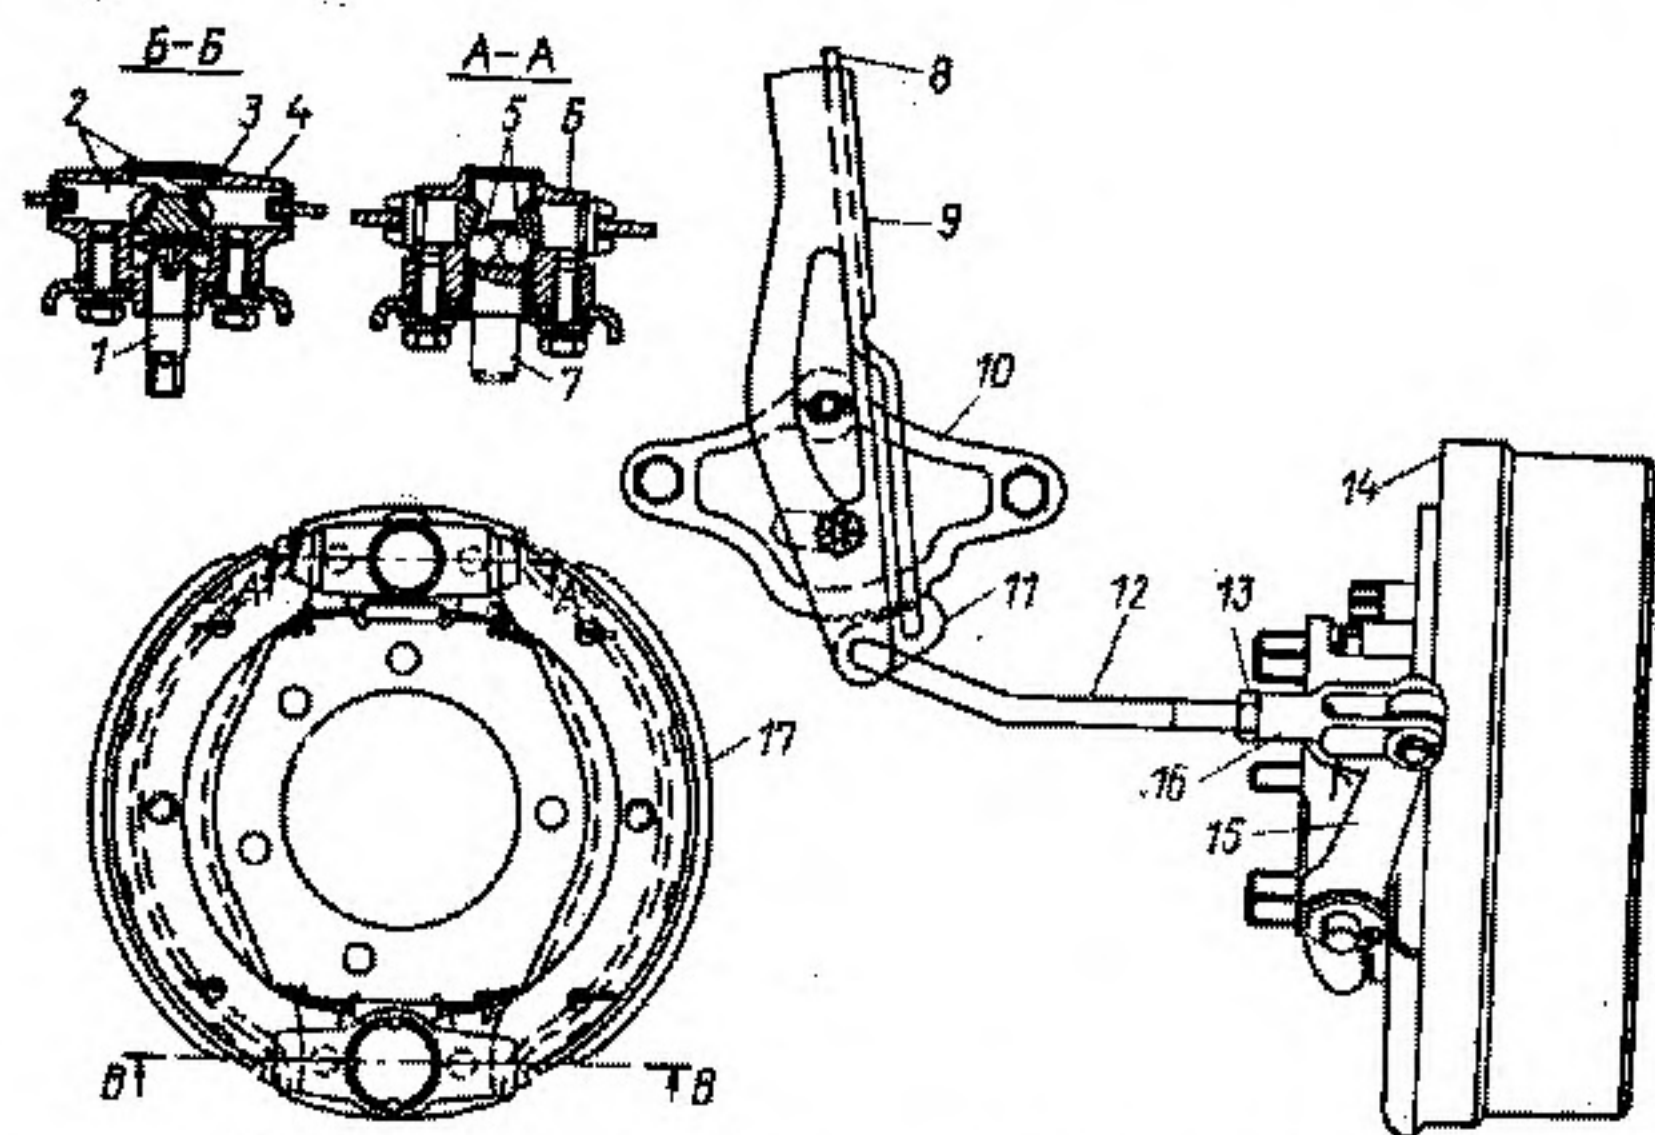

Рис. 67. Стояночный тормоз автомобиля ГАЗ-53-12:
2. Поставить рычаг 9 (рис. 67) тормоза в крайнее переднее положение.